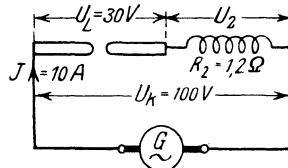

Abb. 145. Schaltung von Bogenlampe und Drosselspule.
**246.** Eine Wechselstrombogenlampe braucht 10 [12] A Strom, wobei an ihren Klemmen eine Spannung von  $U_L = 30$  [31] V herrschen soll. Um die Lampe an eine Stromquelle von  $U_k = 100$  [120] V und 50 Perioden anschließen zu können, muß ihr ein induktiver Widerstand (Drosselspule) vorgeschaltet werden. Derselbe besitzt 1,2 [0,8]  $\Omega$  Echtwiderstand. (Schaltungsschema Abb. 145.)